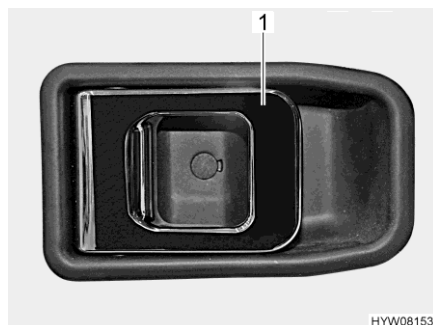

Fig. 53 Serrure de la porte (porte chauffeur/cellule, à l'intérieur)
- Tirer sur la poignée (Fig. 53,1). La serrure de la porte se déverrouille et s'ouvre.
- Appuyer sur la poignée (Fig. 53,1). La serrure de la porte se verrouille.